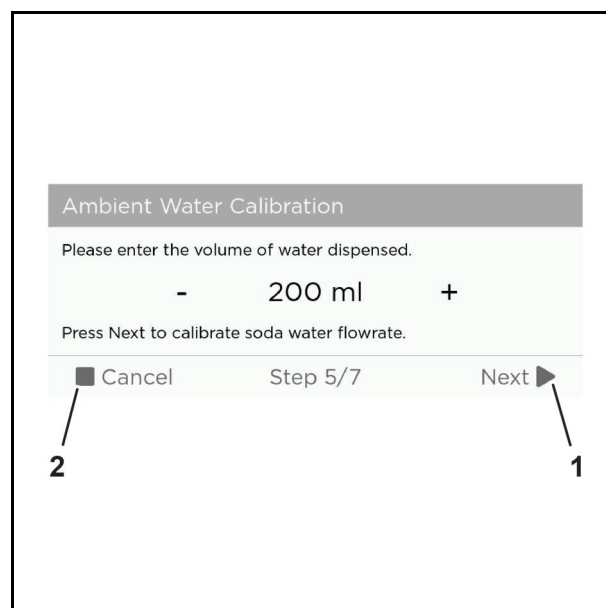

Abb. 61 Beispielgrafik
12. Tippen Sie auf die Schaltfläche "Next" (Abb. 61/1), um mit der Kalibrierung fortzufahren oder "Cancel" (Abb. 61/2), um die Kalibrierung abbrechen.